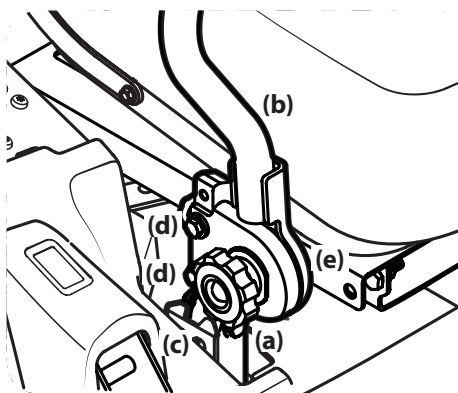

Figure 4-6
- Desserrez le bouton de réglage (a) situé sur le côté de chaque barre de conduite (b). Voir Figure 4-6.
- Serrez le bouton de réglage (a) pour fixer la barre de conduite en place. Voir Figure 4-6.